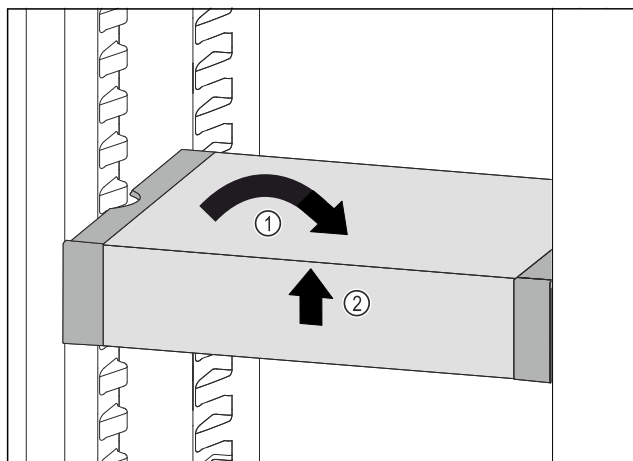

Fig. 157
- Ispravite VarioSafe. Fig. 157 (1)
- Podignite sprijeda VarioSafe. Fig. 157 (2)